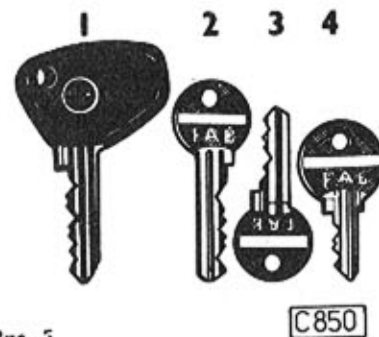
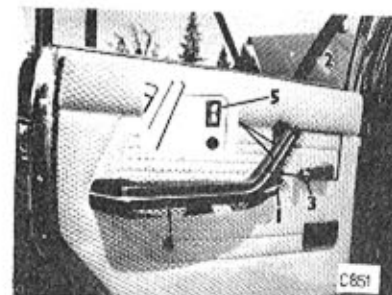
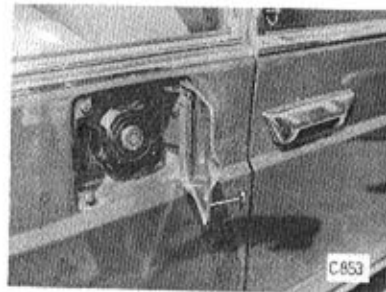
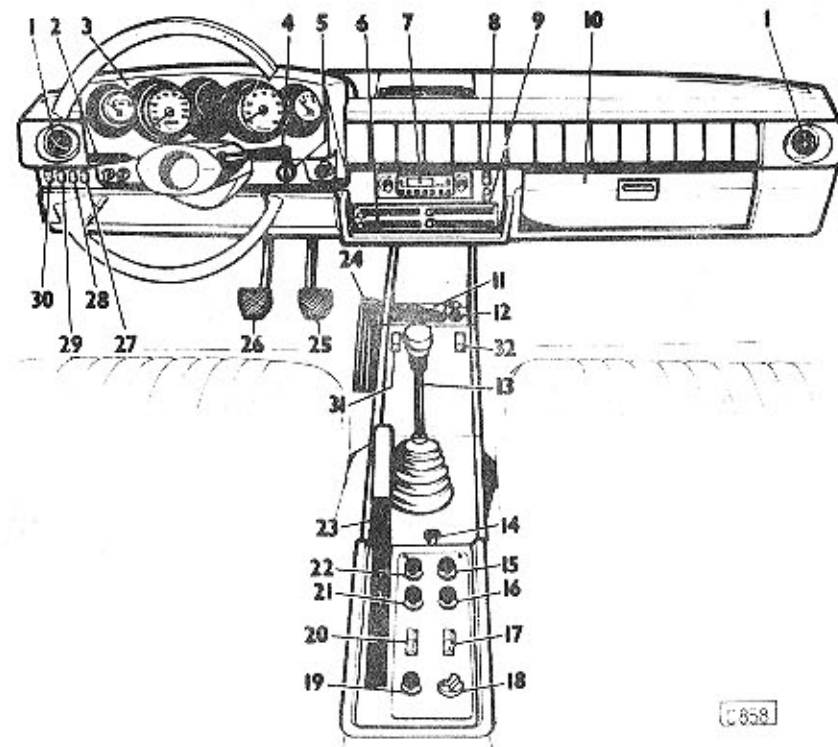

Рис. 5
Рис. 6
Рис. 8
Рис. 13
С каждым автомобилем поставляются два комплекта ключей по четыре штуки (рис. 5):
Если дверь не открывается, она зафиксирована замком. Передняя дверь отмыкается ключом смотри рис. 5, поз. 2, задняя дверь изнутри автомобиля после частичного вытягивания фиксатора замка (рис. 6, поз. 2).
Изнутри открывается дверь откидыванием ручки (рис. 6, поз. 1) при частичном вытягивании кнопки фиксатора замка. Если задняя дверь не открывается указанным способом (перед закрытием был использован т. наз. детский предохранитель), необходимо открыть дверь снаружи.
Закрывание дверей — снаружи дверь захлопнем, изнутри затягиванием за поручень (рис. 6, поз. 4). Если нужно зафиксировать двери от открывания снаружи, необходимо вдавить после закрывания дверей кнопки фиксаторов замков. Передняя дверь замыкается замком.
Открывание окон — опускание стекол у всех дверей проводится ручкой (рис. 6, поз. 3).
У автомобилей, которые по особому заказу оборудованы электрическим стеклоподъемником опускание управляется выключателями (рис. 6, поз. 5). Опускание стекол задних дверей кроме того можно управлять выключателями на панели приборов (рис. 13, поз. 17, 20).
Находится на правой стороне сзади. Откинуть капот (рис. 8, поз. 1) который закрывает затвор бака. Затвор отмыкается ключом смотри (рис. 5, поз. 4) и вывинчивается влево. При закрывании навинчивается затвор и замыкается (ключ после замыкания можно вынуть).
Затвор заднего капота оснащен замком. При открывании замок отпирается ключом (рис. 5, поз. 3) и нажимается кнопка затвора.
- 6 — выключатель предупредительных фонарей (при его включении прерывисто загораются все указатели поворота, обе сигнальные лампы указателей поворота и сигнальная лампа (рис. 13, поз. 8))